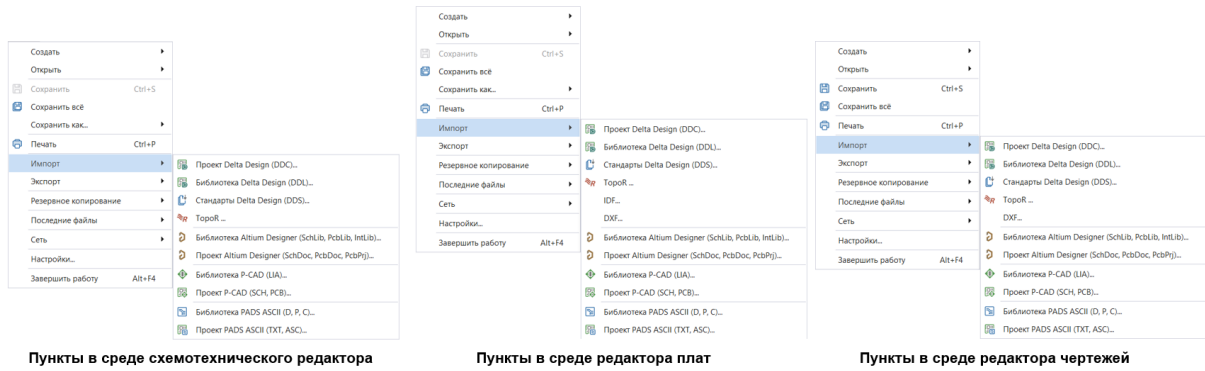

Рис. 21 Состав меню «Файл/Импорт»
**Импорт** – В программе Delta Design поддерживается импорт данных библиотек в формате Delta Design (DDL), проектов Delta Design (DDC) и стандартов Delta Design (DDS), TopoR (в формате FST), а также библиотек и проектов P-CAD, библиотек и проектов Altium Designer, библиотек и проектов PADS ASCII, см. Рис. 21 . Подробнее о работе с импортом данных см. Руководство пользователя «Импорт из P-CAD», «Интеграция с Altium Designer» раздел «Импорт библиотеки Altium Designer», «Интеграция с PADS» раздел «Импорт библиотеки PADS».